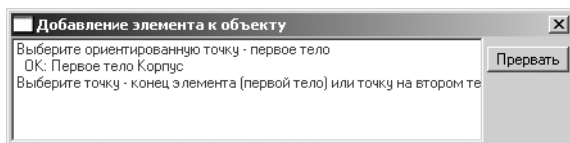

Рис. 2.104. Диалоговое окно **Добавление элемента к объекту**
- переместите указатель мыши на одну из начальных точек первого вводимого упругого элемента (ориентированную точку), например на точку, лежащую на станине. Появится диалоговое окно **Добавление элемента к объекту**, см. рис. 2.104;